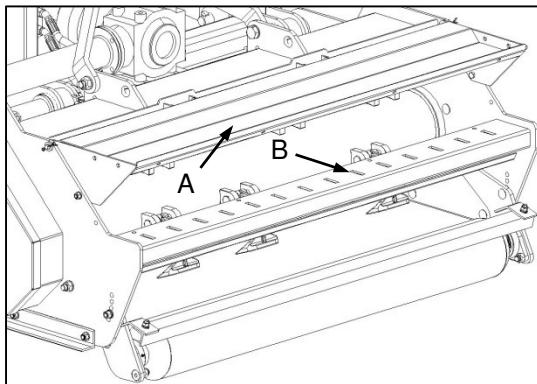

Fig. 1
➤ Discharge mode (Fig. 1)
✓ Discharge chute in the open position (Fig. 1-A), allowing cut material to be discharged over the rear
➤ Ontladingmodus (Fig. 1)
✓ Afvoergeut in die oop posisie (Fig. 1-A), wat gesnyde materiaal toelaat om onmiddellik nadat dit gesny is, booor
- ✓ Tines are generally not required in this configuration and should be removed to prevent obstruction of the discharge area (Fig. 1-B).
- ✓ Tande word oor die algemeen nie in hierdie konfigurasie vereis nie, en moet verwyder word om obstruksie van die ontlaaigebied te verhoed (Fig. 1-B).